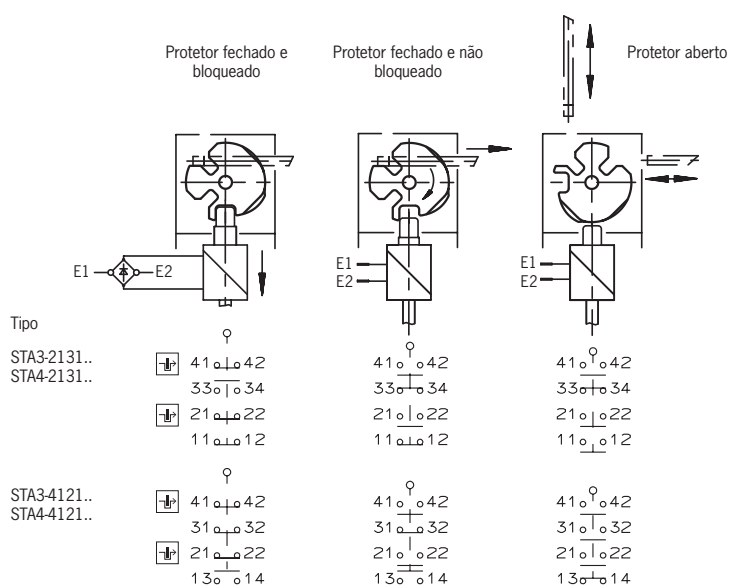

Fig. 3: Elementos e funções de comutação
- Conectar e apertar os bornes com 0,5 Nm (consultar a atribuição de contatos na Fig. 3).